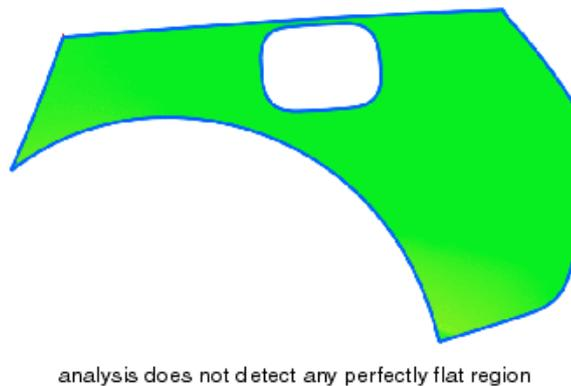

Figura 2.137 Ejemplo con Rotation angle= 180°.
C) **Planitud en todas las direcciones (Rotation angle= 180°):** el caso extremo, una región perfectamente plana (Figura 2.137), existe si la regla puede girar completamente alrededor de su eje de rotación sin encontrar el valor mínimo de curvatura en ninguna posición. Estas regiones son siempre críticas y deben evitarse por todos los medios. Si se define un ángulo de rotación de 180 ° el análisis no debería mostrar ninguna región roja si la parte evaluada está bien.